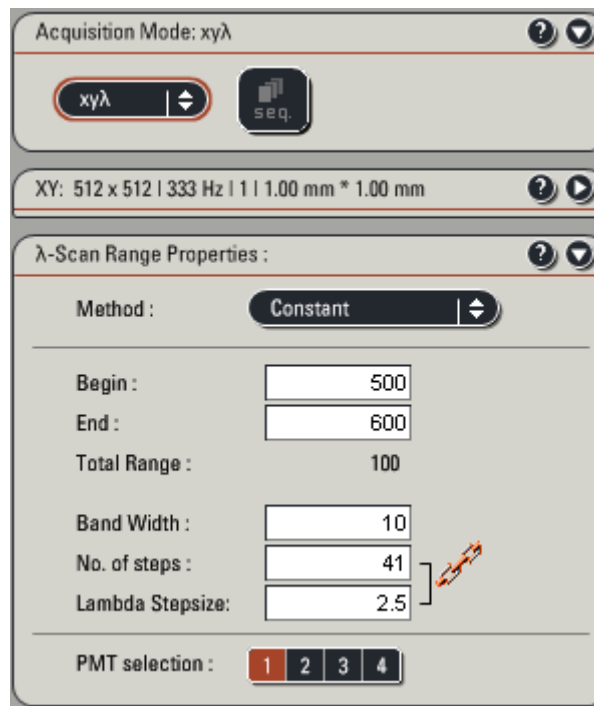

图 7-1 波长扫描
2. 在“Acquire”菜单栏的“Acquisition”中选择 xyλ 扫描模式后，将出现波长扫描菜单，如图 7-1。